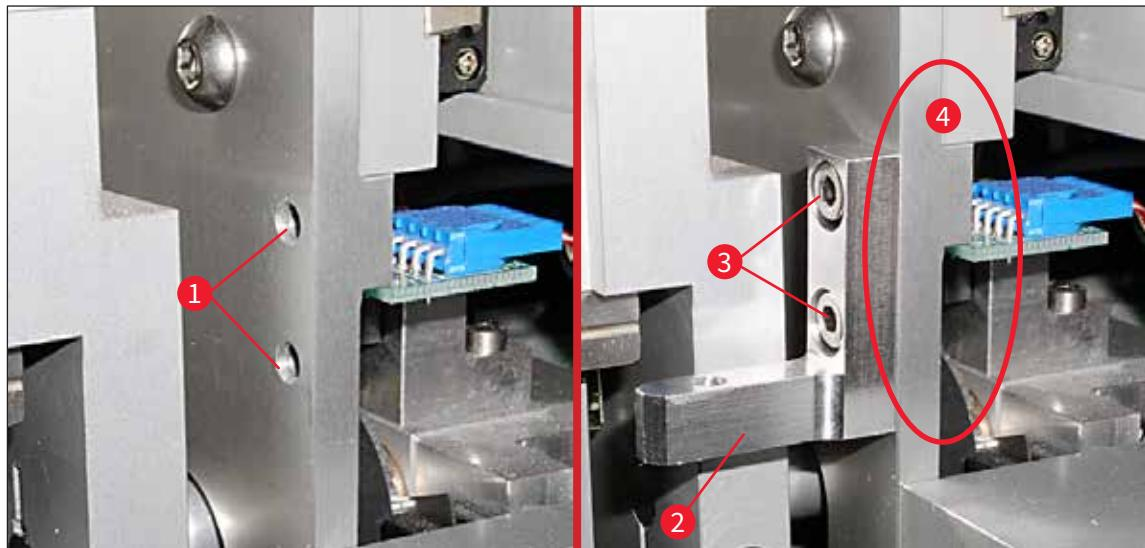

图 21
2. 首先, 用两个螺丝 (→ 图 21-3) 将安装托架 (→ 图 21-2) 固定在机箱壁 (→ 图 21-4) 的孔 (→ 图 21-1) 中。确保安装托架和机箱壁的边缘平行 (椭圆框, → 图 21)。
- 如果样品载玻片的边缘触碰到刷架盖,可松开机箱壁上的螺丝 (→图 21-3) 进行微调 (→图 21)。为此,要利用孔中的间隙。